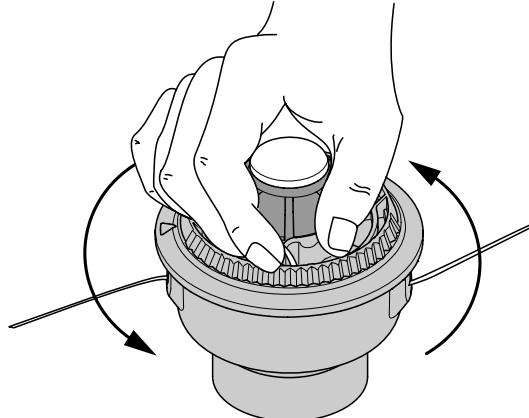

Fig. 16
8. Sostenga la bobina exterior. Bobine el carrete interior en sentido antihorario hasta que queden alrededor de cuatro (4) pulgadas (102 mm) de línea (Fig. 16).